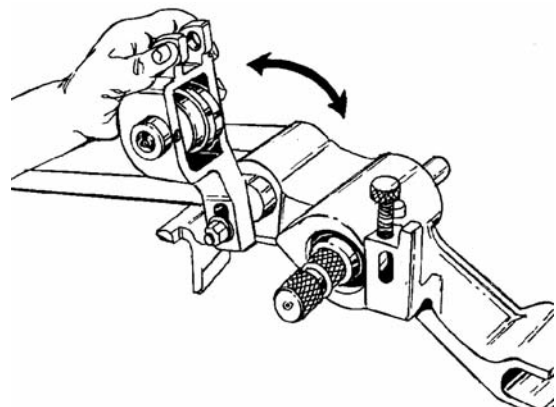

Figure 15 – Relevage du logement du galet de rainurage
5. Relever le logement du galet de rainurage (Figure 15).